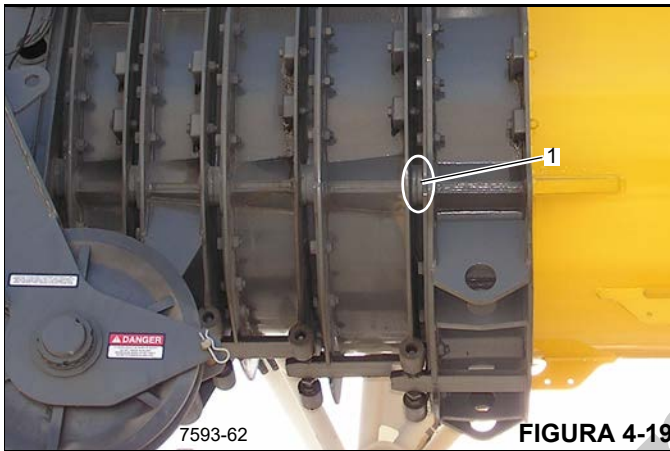

FIGURA 4-19
3. Remova os quatro dispositivos deslizantes (2) e os calços dos trilhos superiores e inferiores na parte traseira da seção.
4. Remova as duas placas de desgaste externas inferiores (3) e os calços da seção.
5. Remova as duas placas de desgaste externas laterais (4) da seção.
6. Remova os dois conjuntos de pinos das seções (5):
- a. Remova a articulação (6).
- b. Remova o anel de pressão (7) no canal do diâmetro externo do tubo guia. Remova o conjunto do pino da parte externa da seção.
7. Remova as placas do calço de parada (1) (Figura 4-19) e os calços das saliências de montagem do calço de parada em cada lado.